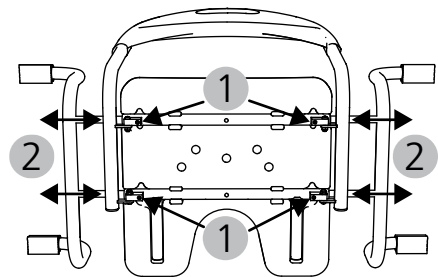

fig. 5
1. Il est nécessaire d'ajuster le siège de bain à la largeur de la baignoire. Pour cela, desserrez les 4 vis à six pans creux situées sur le dessous du siège à l'aide de la clé Allen fournie (4) (fig. 5, 1).
2. Mettez le siège de bain dans la baignoire et allongez les deux appuis latéraux en tirant de manière uniforme de sorte que les embouts en caoutchouc soient intégralement en appui sur le bord de la baignoire (fig. 5, 2).
3. Retirez ensuite le siège de bain de la baignoire et resserrez à fond les quatre vis (fig. 5, 1).